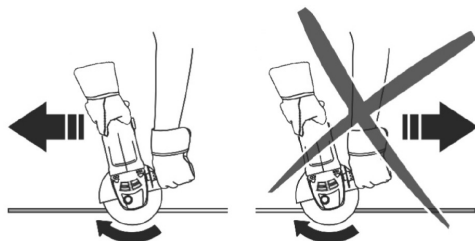

Fig. 9 – Sentido de corte correto
- g. O corte deve ser realizado conforme mostra a Fig. 9.